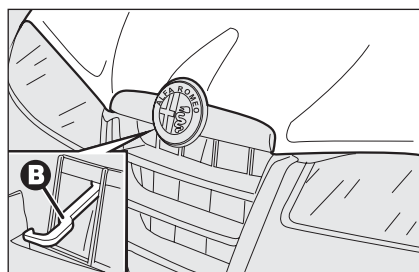

fig. 99
- ❑ tire a fondo de la palanca **B-fig. 99** y levante el capó, manteniendo la palanca en tensión.